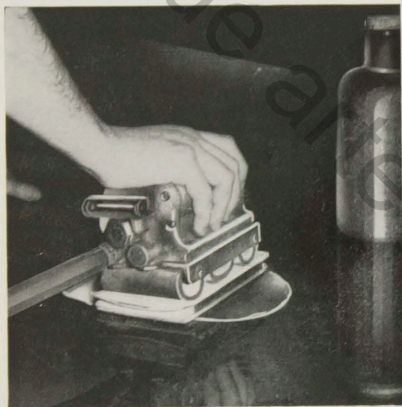

Fig. 1
N.B. — Il existe dans le commerce de nombreuses machines portatives, électriques ou à air comprimé, qui permettent un ponçage plus rapide sur des surfaces planes (fig. 1). Sur des parties courbes, leur semelle n'étant pas déformable, le ponçage n'est pas régulier et risque de créer des facettes et des distorsions très visibles dans les qualités transparentes.